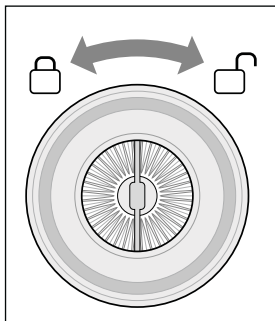

Abb. 9
2. Achten Sie auf die Schlosssymbole auf dem Deckel des Staubfilters **5**. Drehen Sie den Staubfilter **5** nach rechts in Richtung  -Symbol und ziehen Sie ihn dann aus dem Filtergehäuse **4** (siehe Abb. 9 und 10).
5. Setzen Sie den Staubfilter **5** wieder in das Filtergehäuse **4** und drehen Sie ihn nach links in Richtung -Symbol, bis er fest im Filtergehäuse **4** sitzt (siehe Abb. 9).